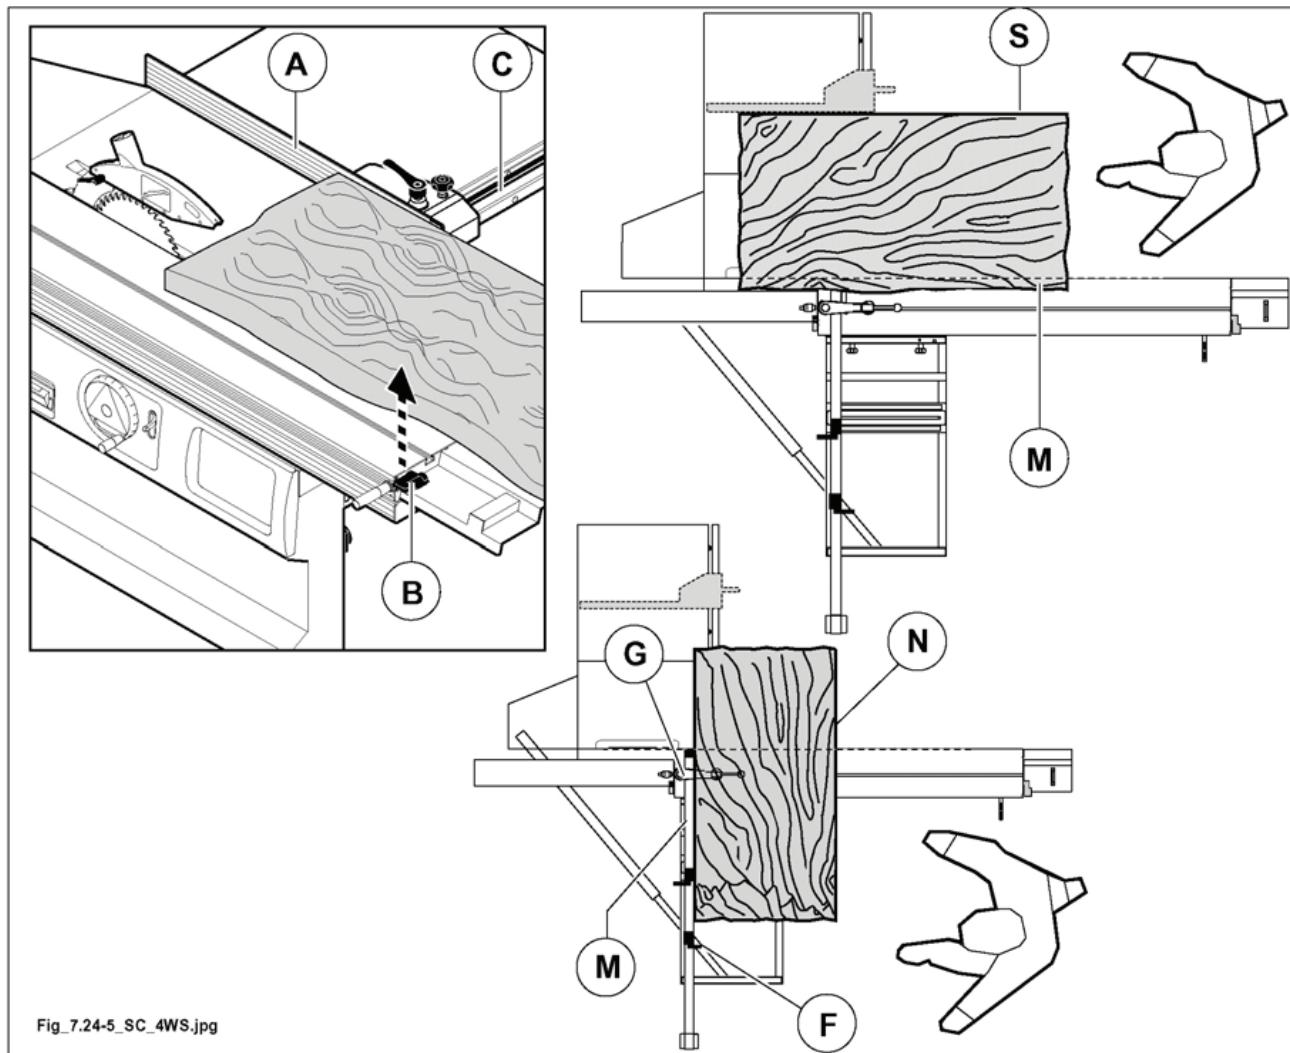

Рис. 7.24-5
При параллельном пилении использовать направляющую (A рис. 7.24-5). Для ее позиционирования и регулировки следовать указаниям, приведенным в пар. 7.14 или пар. 7.15.
Позиционировать подвижную часть каретки, как показано на рис. 7.24-5, и заблокировать при помощи ручки (B рис. 7.24-5).
При позиционировании детали у направляющей (A рис. 7.24-5) оператор ориентируется по миллиметровой шкале (C рис. 7.24-5).
- Обрезать край (S рис. 7.24-5), как указано выше (первый рез).
- Опереть обрабатываемую часть (S рис. 7.24-5) против линейки из алюминия для параллельного реза (установлена на нужном значении) и выполнить параллельный рез (M рис. 7.24-5).
- Повернуть панель на 90°, оперев обрабатываемую часть (M рис. 7.24-5) на линейку, как указано на рис. 7.24-5.
- Заблокировать панель при помощи прессовщика (G рис. 7.24-5) и выполнить третий рез (N рис. 7.24-5).
- Повернуть панель на 180°, установив боковину (N рис. 7.24-5) против упора (F рис. 7.24-5), уже установленного на нужной отметке.
- После блокировки панели при помощи прессовщика (G рис. 7.24-5) выполнить последний рез.